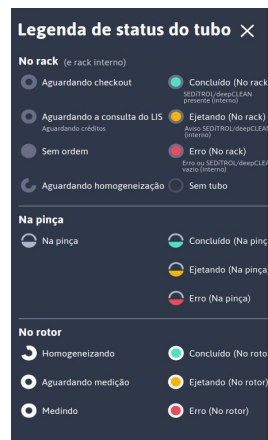

Figura 16
- Legenda de amostras:** Legenda de cores para o status das amostras a bordo (Figura 16).
- Status da amostra:** Cada círculo representa uma posição de amostra. Ao tocar em qualquer um dos círculos, as informações sobre a amostra naquela posição específica serão exibidas. Os círculos são codificados por cores para mostrar o status das amostras, e a Legenda das Amostras (Figura 16) pode ser visualizada ao tocar no ícone de ponto de interrogação (2) no canto superior direito da Tela Inicial.